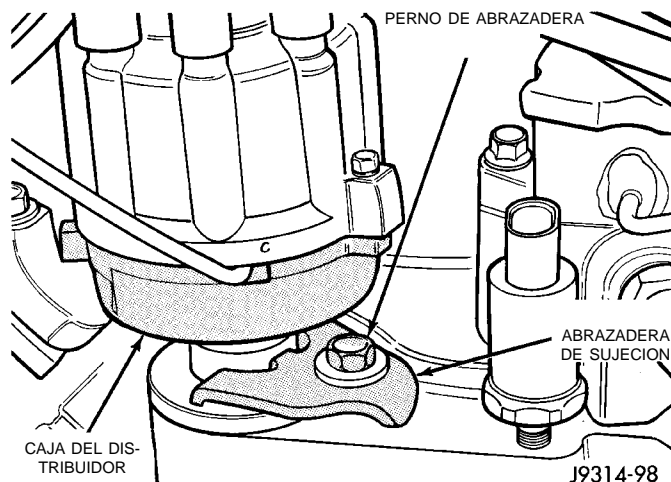

Fig. 35 Abrazadera de sujeción del distribuidor—Motores de 5.2L/5.9L
(11) Desconecte del mazo principal de cableado de motor el mazo de cableado de 32 vías del sensor de posición del árbol de levas.
(12) Retire el rotor del distribuidor del eje del distribuidor.
(13) Retire el perno y la abrazadera de sujeción del distribuidor (Fig. 35).
(14) Retire el distribuidor del vehículo.
(7) Apriete el perno de fijación de la abrazadera (Fig. 35) con una torsión de 22,5 N·m (200 lbs. pulg.).
(8) Conecte al mazo principal del motor el mazo de cableado del sensor de posición del árbol de levas.
(9) Instale la tapa del distribuidor. Apriete los tornillos de instalación.
(10) Instale los cables secundarios en la tapa del distribuidor.
(11) Consulte el apartado siguiente: Verificación de la posición del distribuidor.